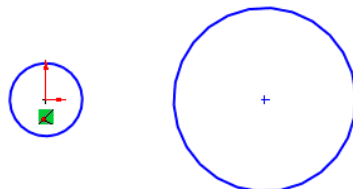

图 2-62 绘制第二个圆
- ⑥ 单击鼠标，拖动鼠标指针绘制另一个圆，如图 2-62 所示。